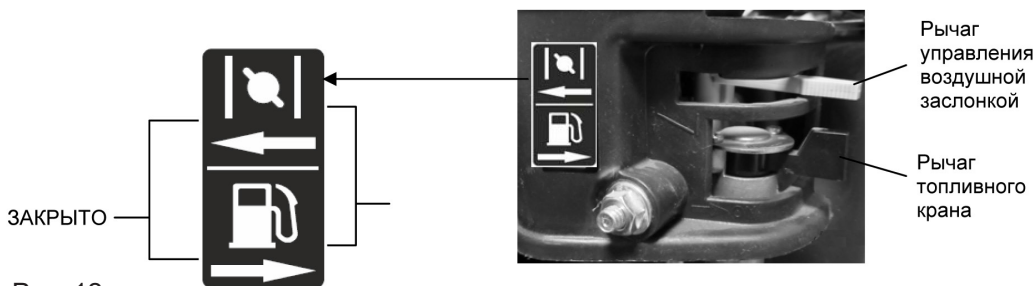

Рис. 12
1. Поставьте рычаг топливного крана в положение «ON»(ОТКРЫТО)(Рис. 12).
2. При запуске холодного двигателя переведите рычаг управления воздушной заслонкой в положение «OFF» (ЗАКРЫТО) (рис. 12). Не закрывайте воздушную заслонку, если двигатель прогреет.